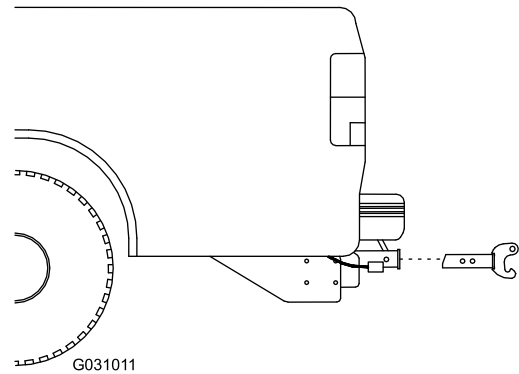

Bild 10
2. Verbinden Sie die RT3-Kupplung mit der Fahrzeugkupplung und richten Sie die zweite Befestigungsöffnung an der Streuerkupplung mit der Öffnung in der Fahrzeugkupplung aus (Bild 10).